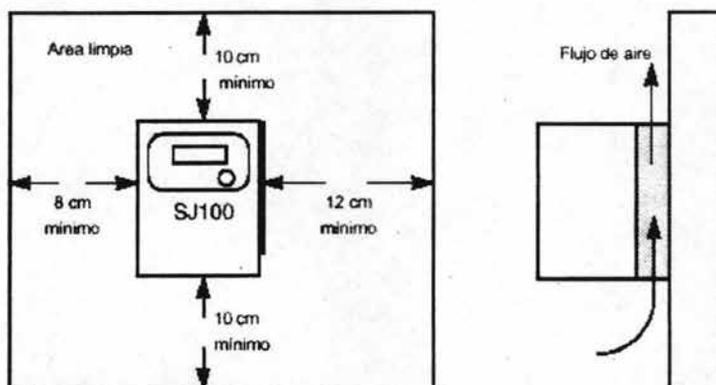

Figura 4.1 Montaje de equipo
i) Tal como se observa en la figura 4.1, el inversor debe mostrarse en forma vertical. No montar la unidad en el piso u horizontalmente. De acuerdo a la figura, el montaje debe hacerse sobre una superficie no inflamable.